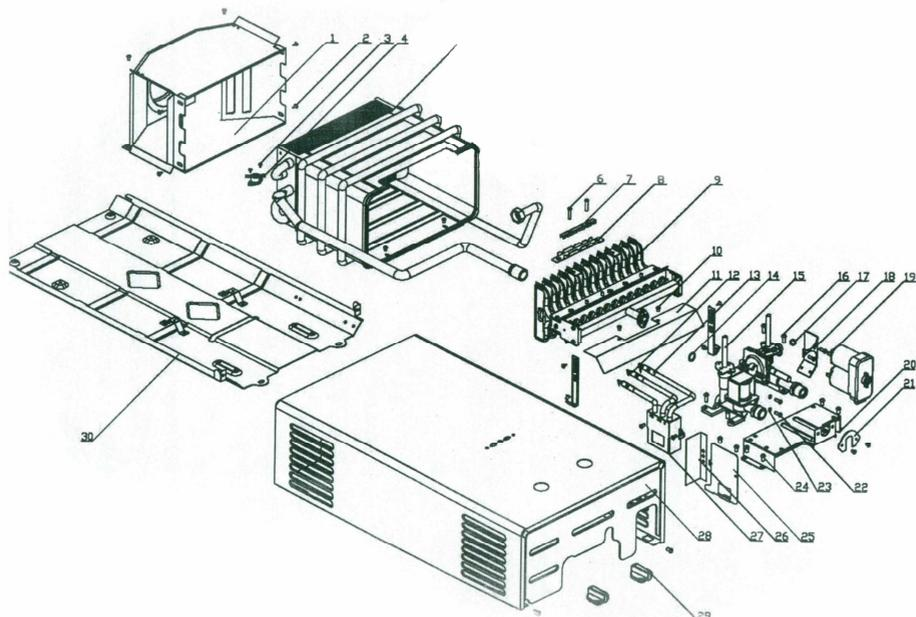

Рис.7.15 – Запасные части водонагревателя
7.14 Перечень запасных частей водонагревателя показан на рис. 7.15